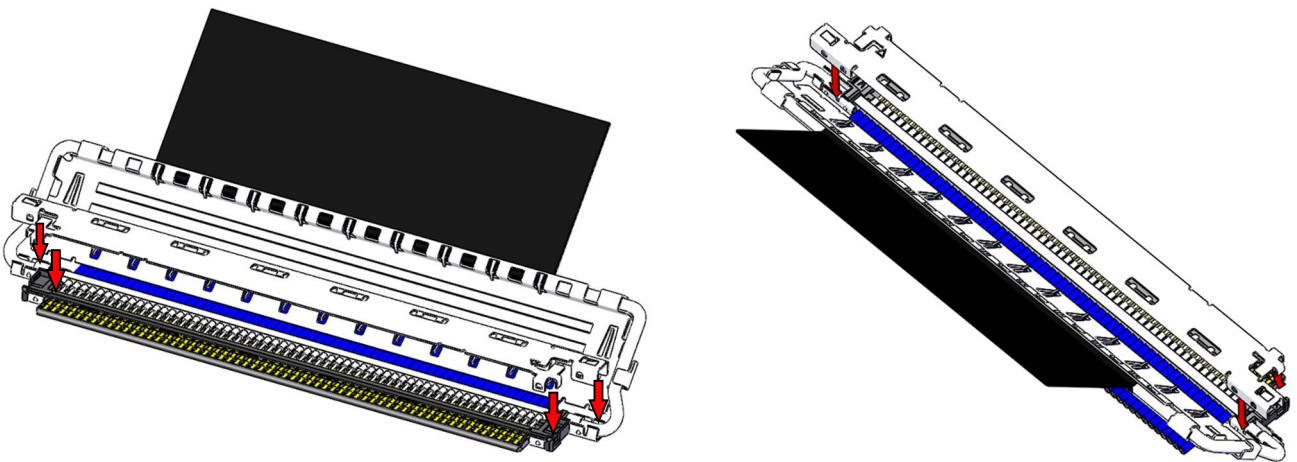

Fig.7 Assembly of Shell-A
- ③ Fig.7 の様に Shell A を Housing assembly の上側から組み付ける。